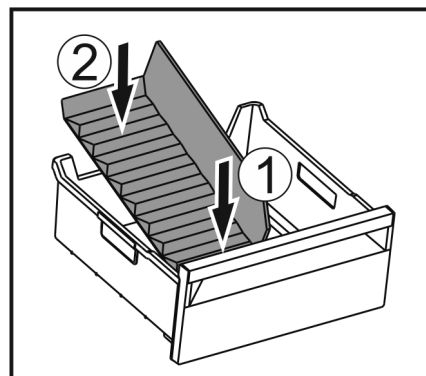

Fig. 147
- ▶ Vorderen Teil des Eisfach-Trenners einsetzen. *Fig. 147 (1)*
- ▶ Hinteren Teil des Eisfach-Trenners bis zum Schubfachboden absenken. *Fig. 147 (2)*